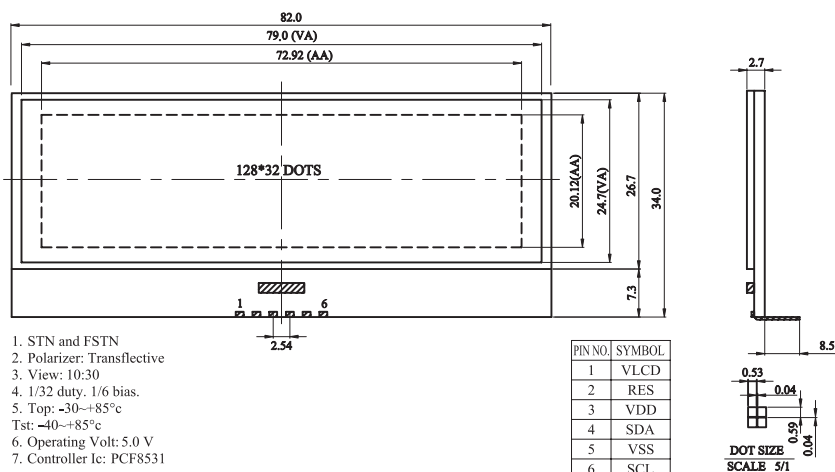
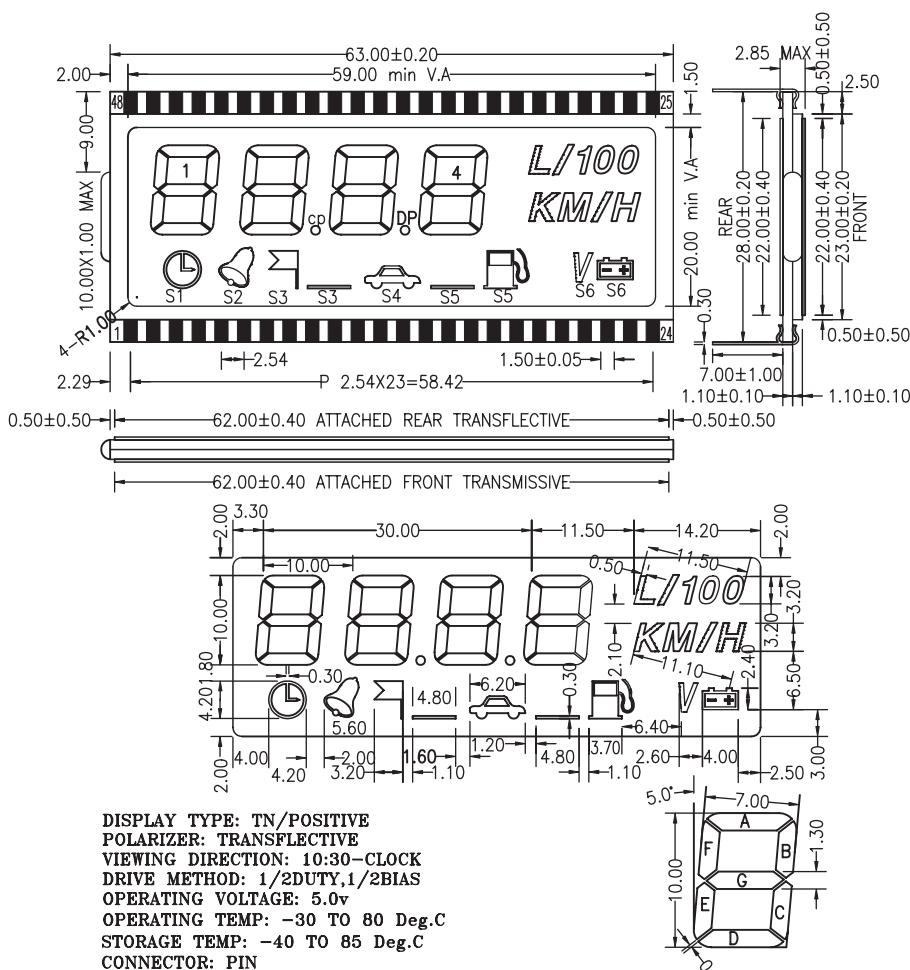

Рис. 5. Графический ЖКИ BO12832AGPNU119
Рис. 6. ЖКИ специального назначения LD5920TK0
3. **Графические ЖКИ.** ЖКИ для вывода любой информации, представленной в графическом виде (см. рис. 5).
раметры их ЖКИ по эксплуатационным характеристикам предназначены для применения в изделиях общего назначения и имеют при этом низкую стоимость. ЖКИ компании Winstar с успехом применяются в таких областях, как бытовые электросчетчики, кассовые и телефонные аппараты и т.д. Стоимость разработки и изготовления ЖКИ компании Volumin выше на 10...20%, но при этом возможно изготовление ЖКИ с превосходными эксплуатационными характеристиками (например, температурный диапазон $-40...85^{\circ}\text{C}$). Такие ЖКИ необходимы для задач специального применения, таких как автоэлектроника, теплосчетчики, уличные таксофоны, промышленные электросчетчики и т.д. Как пример можно привести графический ЖКИ VO12832A (см. рис. 5) с полноцветной (fullcolor RGB) подсветкой, который в данный момент проходит испытания на АвтоВАЗ. И, более того, ЖКИ LD5920TK0 со светодиодной подсветкой (см. рис. 6) с успехом про-